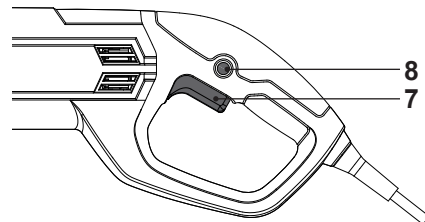

Fig. 5
- > Ligue o produto pressionando o interruptor ligado/desligado (7) (Fig. 5).
- > Desligue o produto soltando o interruptor ligado/desligado (7) (Fig. 5).
- > Ligue o produto e mantenha o interruptor ligado/desligado (7) pressionado (Fig. 5).
- > Pressione o botão de bloqueio (8) para bloquear o interruptor ligado/desligado (7) (Fig. 5).
- > Solte o botão de bloqueio (8) e o interruptor ligado/desligado (7). O interruptor ligado/desligado ficará bloqueado para que o produto possa ser utilizado de forma contínua.
- > Pressione e solte o interruptor de ligado/desligado (7) para desligar o produto.